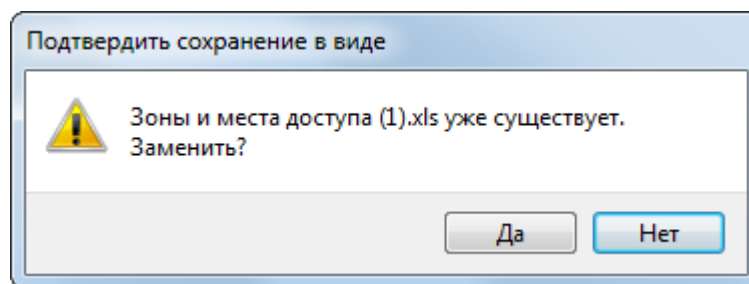

Рис. 10-127 – Подтверждение о перезаписи файла
- 4) В стандартном окне «Сохранить как» указать путь и имя файла для сохранения (рис. 10-127). По умолчанию предлагается имя файла, совпадающее с именем рабочего окна.